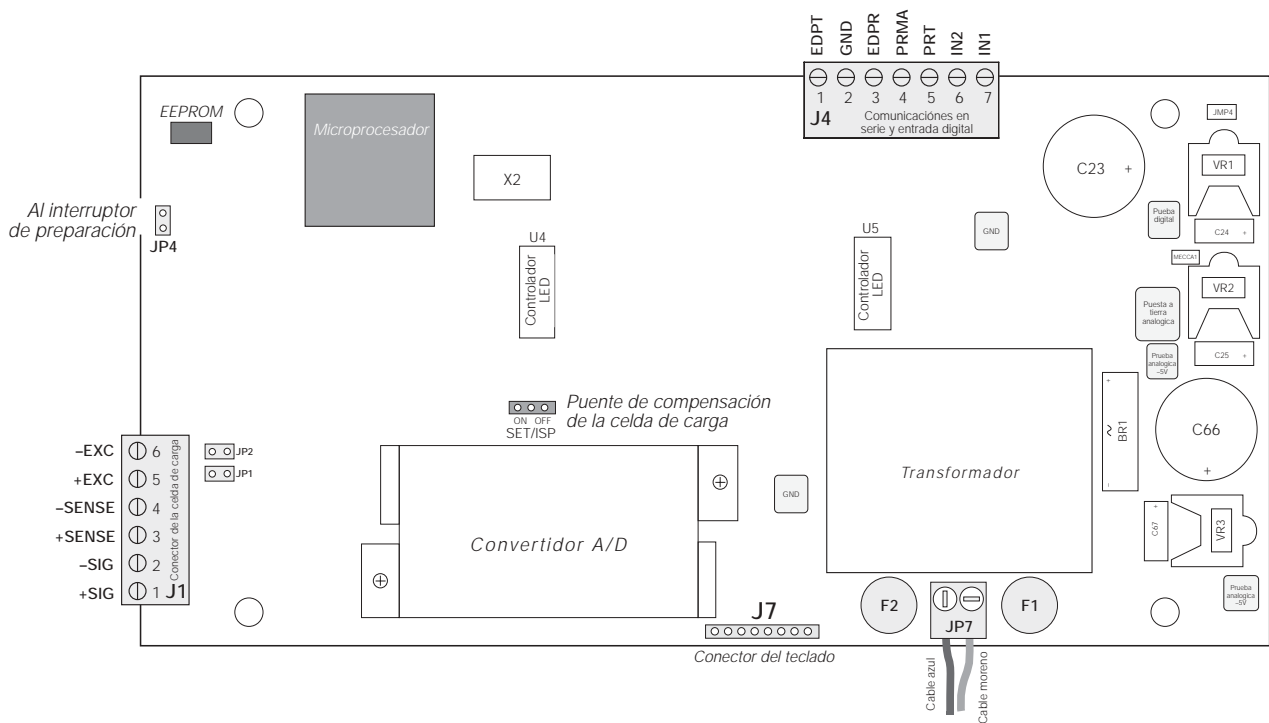

Figura 2-3. Placa de la CPU y alimentación del IQ plus 355 CPU
- Terminal de tornillo de 6 posiciones (Pieza N° 70599) para el conector J1 y un terminal de tornillo de 7 posiciones (Pieza N° 70600) para el conector J4 (Ver la Figura 2-3 en la página 6).
El puente de compensación de la celda de carga (encima de la posición del convertidor A/D [Analógica/Digital] en la placa del CPU; Ver Figura 2-3 en la página 6) tiene que ser puesto en ON (encendido) para celdas con puentes desequilibrados. El puente de compensación tiene el efecto de bajar el voltaje positivo de excitación. Celdas de carga no compensadas y desequilibradas pueden causar inestabilidad o errores de calibración.
Montar el módulo de salida analógica en sus separadores en la ubicación que se muestra en la Figura 2-3 en la página 6 y enchufar la entrada del módulo en el conector J5 de la placa del IQ plus 355. Conectar el cable de salida al módulo de salida analógica como se muestra en la Tabla 2-3 y, a continuación, rearmar el gabinete (Sección 2.5).